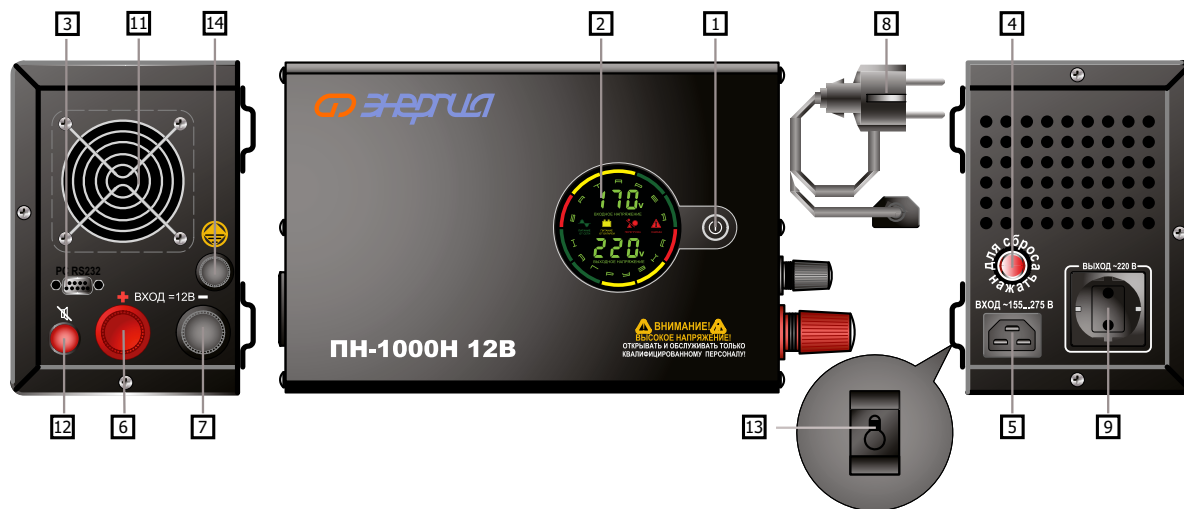
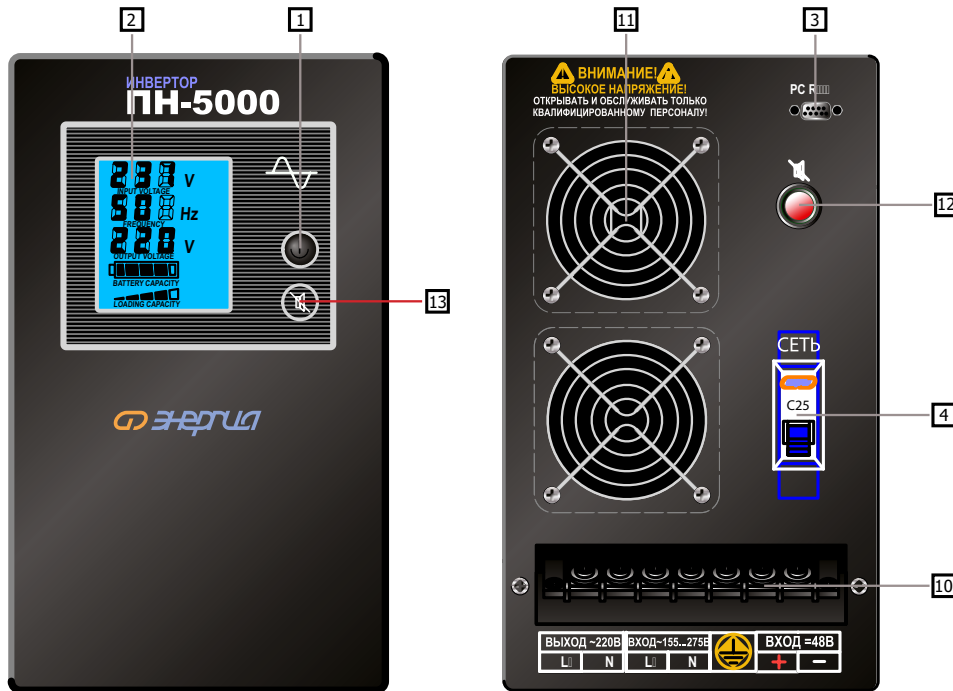

Рис. 1
Рис. 3
4.1. Перечень составных частей изделия (рис. 1,2,3).
5.2.2. После размещения инвертора в месте установки следует подключить к резьбовой клемме на клеммной колодке поз.10 (рис.3) для моделей ПН-2000, 3000, 5000 или клемме поз. 14 (рис. 1, 2) для моделей ПН-2000, 3000, 5000 проводник заземляющего устройства, удовлетворяющий требованиям раздела 10: «Обеспечение требований безопасности».
Даже при отсутствии сети централизованного электроснабжения необходимо подключить внешний заземлитель в соответствии с разделом 10 к клемме поз. 14 (рис. 1, 2) или на колодке поз.10 (рис.3).
5.3.1. Расположение элементов подключения, управления и индикации для всех моделей показано на рис.1, 2, 3. Назначение индикации навесных моделей ПН (рис.1, поз.2):
Верхние 5 секций поз.2 (рис.1.): каждая секция обозначает 20% заряда от емкости батареи, при низком заряде батареи горит красная секция.
Нижние 5 секций поз.2 (рис.1.): каждая секция обозначает 20% нагрузки инвертора, когда нагрузка находится в пределах от 100% до 110% загорается красная секция, также загорается знак "перегрузка", сопровождающийся звуковым сигналом.
5.4.1. При появлении нормального сетевого напряжения на входе инвертора устройство включается автоматически. Для принудительного включения удерживать кнопку включения «I» поз. 1 (рис. 1) в нажатом положении в течение 4-х секунд, четыре коротких звуковых сигнала в течение 2-х секунд означают завершение режима самотестирования и включение выходного стабилизированного напряжения, а также индикации параметров при наличии ЖК матричной информационной панели в некоторых модификациях.
5.4.2. В модификациях с матричной информационной панелью кнопка «I» поз. 1 (рис. 1) также используется для переключения внутри списка отображаемых на индикаторе параметров при кратковременном нажатии.
5.4.4. Для принудительного отключения выходного напряжения удерживать кнопку «I» поз. 1 (рис. 1) в течение 4-х секунд.
10.3.6. Во время работы инвертора его клемма защитного заземления поз. 14 (рис. 1) или клемма колодки поз. 10 (рис. 3) должны быть постоянно подключены к заземлителю, любого из указанных в п. 10.3.2 типов.